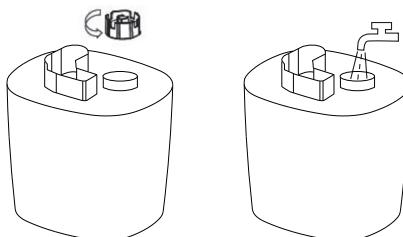

Рис. 2
- Откройте крышку резервуара для воды против часовой стрелки и залейте воду в емкость (рис.2). Температура воды не должна превышать 40 °C.